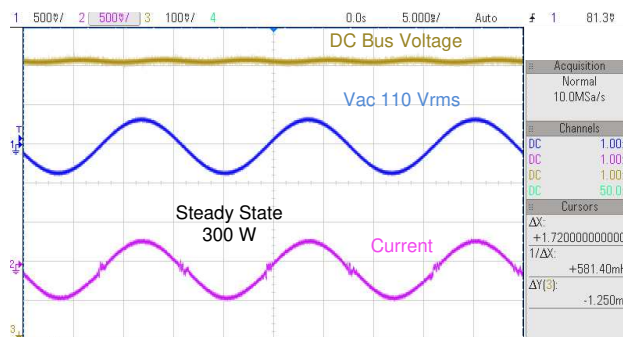

図 34. 入力AC電圧、電流および出力DC電圧の波形
- ここでac_cur_refを0.14すなわち2.4A入力まで徐々に上げていくと、バス電圧が380Vまで上昇します。電圧および電流波形を図 34に示します。